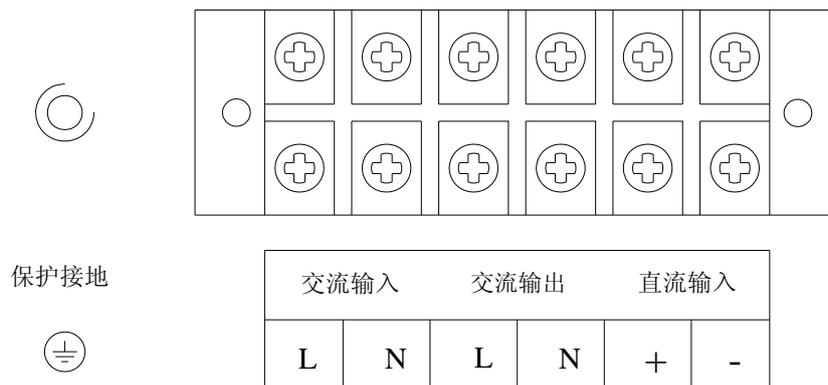

图 5-1 逆变器接线排示意图
3. 接线位置及方法（采用输入输出插座的无需操作此步骤）：使用十字螺丝刀将接线盖板螺丝卸下，即可看见接线端子排（如图 5-1 和图 5-2 所示）。请先将交流输出、交流输入及直流输入电缆由穿线孔引入，再连接到接线端子排。如随机配备有电源线，请直接连接到相应的插座。